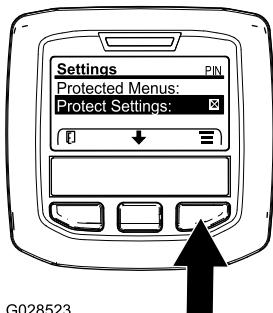

図 32
- MAIN メインメニューから中央ボタンで下へスクロールしていくと SETTINGS 設定メニューがありますから、ここで右ボタンを押します **図 32**。